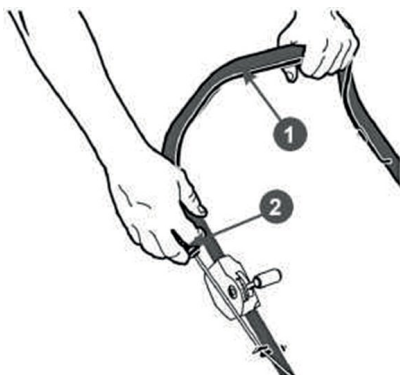

Рис. 16. Запуск двигателя
2. Встаньте позади газонокосилки. Левой рукой нажмите на рычаг 1 остановки двигателя и удерживайте его, а правой рукой возьмите ручку 2 стартера (Рис. 16).